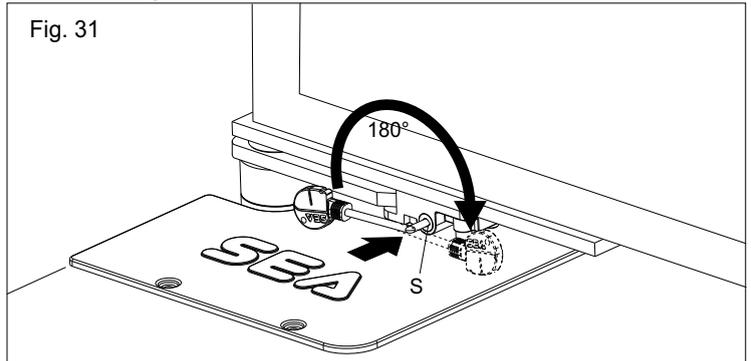

Fig. 31
Dans la mise en fonction de l'installation il est impératif de lubrifier la caisse comme en Fig. 31 jusqu'à l'écoulement de la graisse. (Utiliser du gras DIN 51502 KP 2 N-20 - K 2 K-20).
- Insérer la clef fournie dans la fessure (S) et tourner la poignée de 180° vers le centre du portail (Fig. 31).